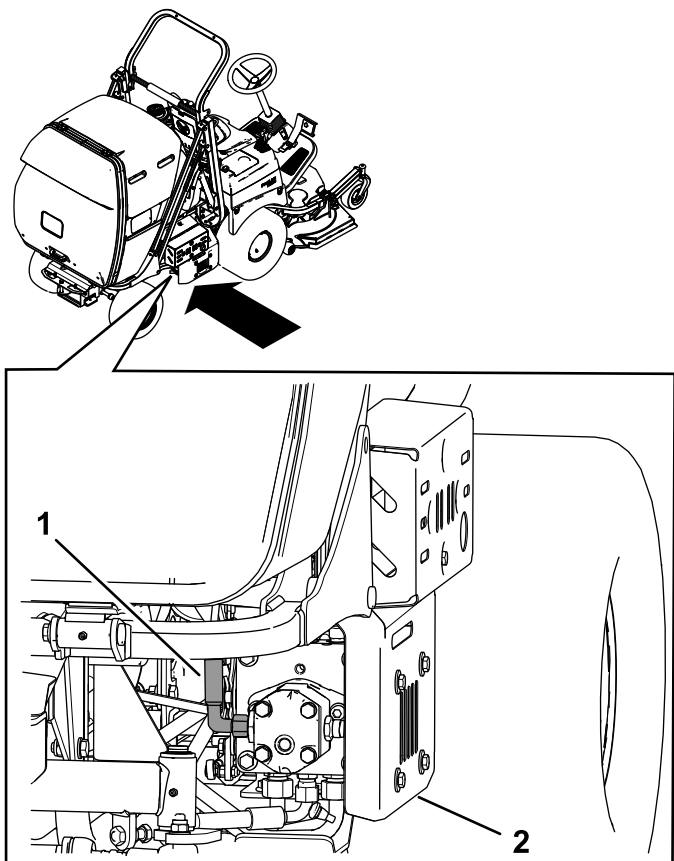

Figura 85
5. Para vaciar el depósito hidráulico, retire la cubierta y afloje la manguera hidráulica en el lateral de la bomba hidráulica (Figura 85).